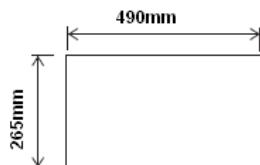

Рис. 2
3. Вырежьте отверстие в шкафу размером 490x265 мм для модели 52 см. См. рисунок ниже. Убедитесь, что расстояние от края отверстия до края шкафа составляет не менее 35 мм. См. рисунок 2.